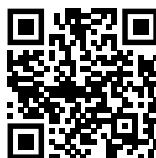

Fig. 168
- ▶ Open het Liebherr SmartMonitoring Dashboard. (zie Fig. 168).